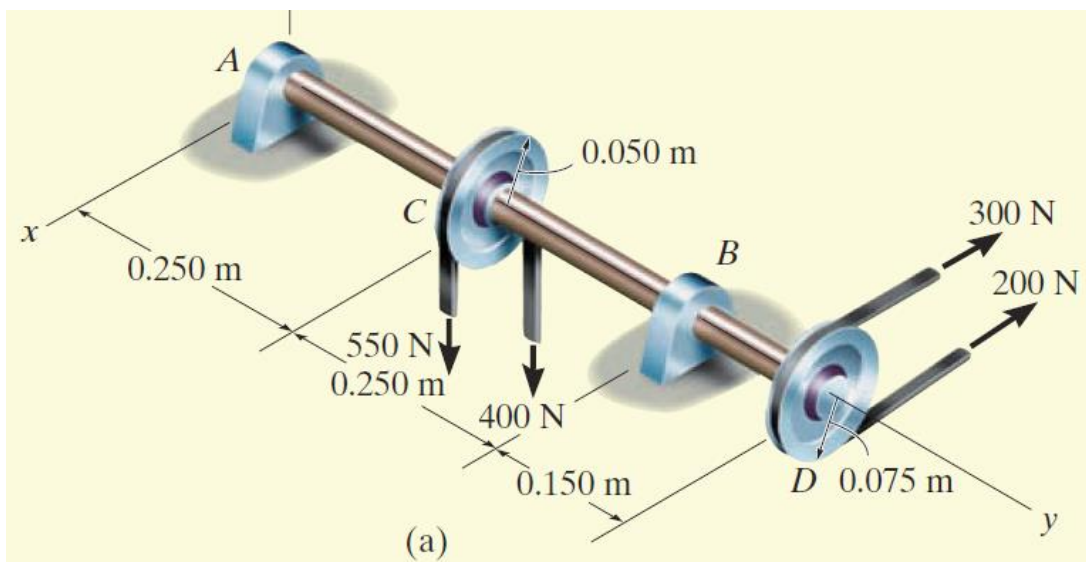

Figura 4.36
4.10.7 Determine o diâmetro mínimo do veio da Figura 4.36. Dados: $\tau_{admin} = 50\text{MPa}$ (slide)